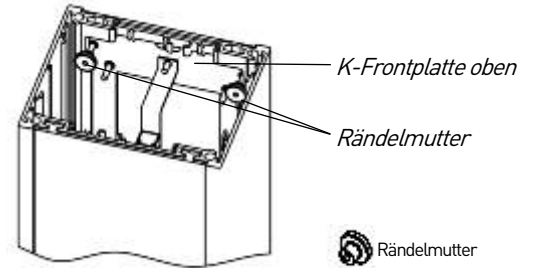

Abb. 15: K-Frontplatte oben de-/montieren
- ▶ Schrauben Sie die beiden Rändelmutter, die sich oben im Inneren des Säulenprofils befinden, ab (Abb. 15).
- ▶ Ziehen Sie die beiden Rändelmuttern fest (Abb. 15).
- ▶ Demontieren bzw. montieren Sie die K-Frontplatte unten analog zur K-Frontplatte oben (Abb. 15, 16 und 17).